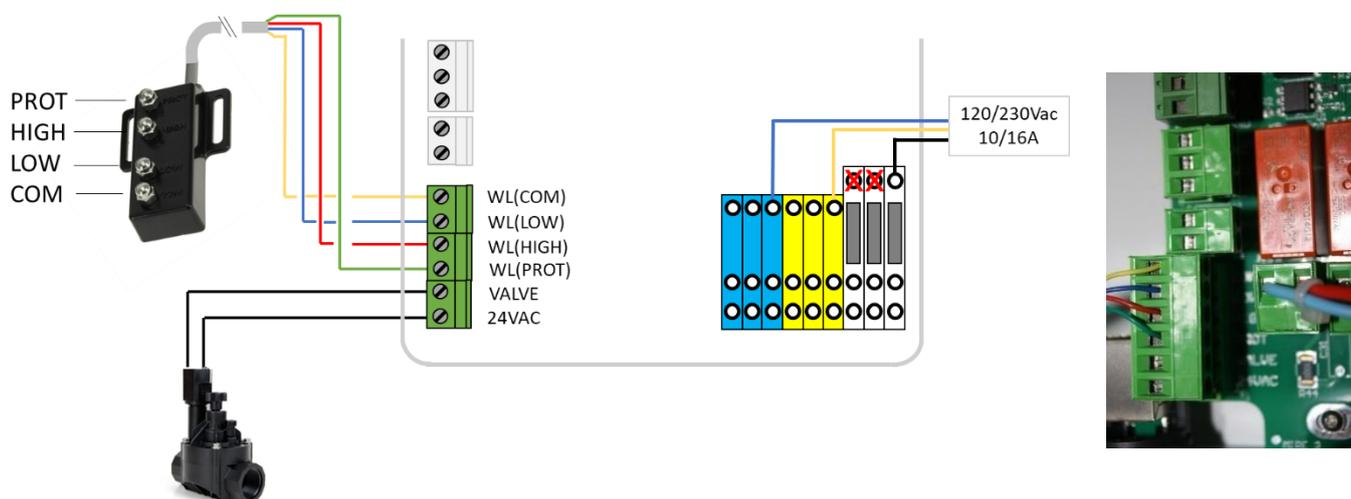

Figure 57 – Raccordement du capteur de niveau d'eau
- Raccordez l'extrémité du câble 2 conducteurs au connecteur J20 repéré WL (VALVE) selon Figure 57 – Raccordement du capteur de niveau d'eau. La polarité n'a pas d'importance.